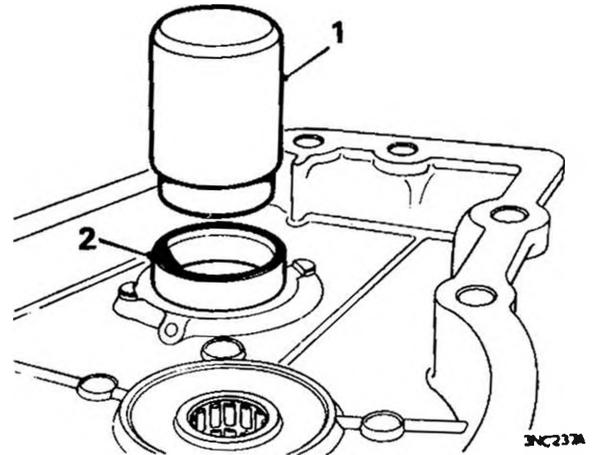

Fig. F.25
49. Introdurre la pista esterna del cuscinetto dell'albero di presa diretta nella scatola del volano con l'introduttore dell'attrezzo 18G 617A. Fig. F.25.